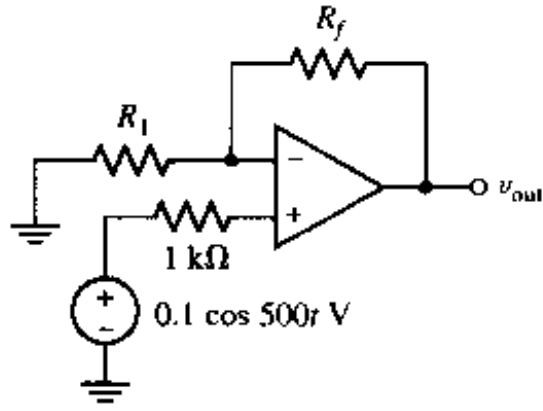

图 6.30
9. 在图 6.30 中, 选取 R_1 和 R_f 的值使得 $v_{out} = 23.7 \cos 500t \text{ V}$ 。